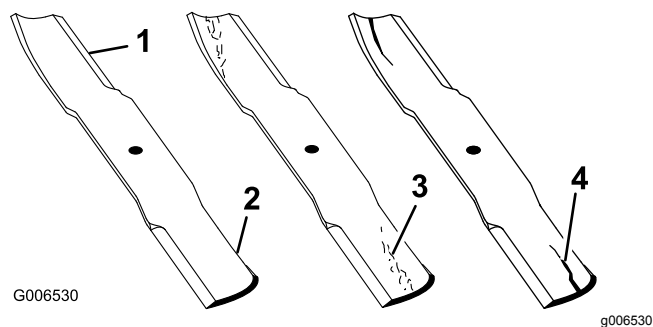

図 60
1. 刃先の部分を点検する 図 60。
4. ひび、磨耗、割れの発生などがあれば、直ちに新しいブレードに交換する 図 60。